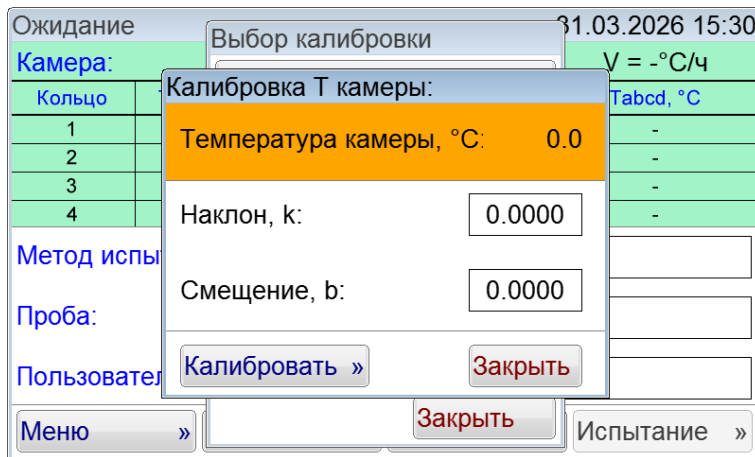

Рисунок 24 – Окно «Калибровка Т камеры»
- 4) Нажать кнопку [Калибровка Т ПУ]. Откроется окно (см. рисунок 24).